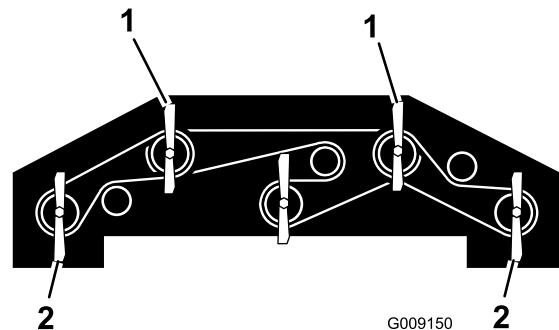

Bild 90
- Drehen Sie die zwei äußeren vorderen Messer und Flügelmesser so, dass sie nach vorne zeigen (Bild 90).